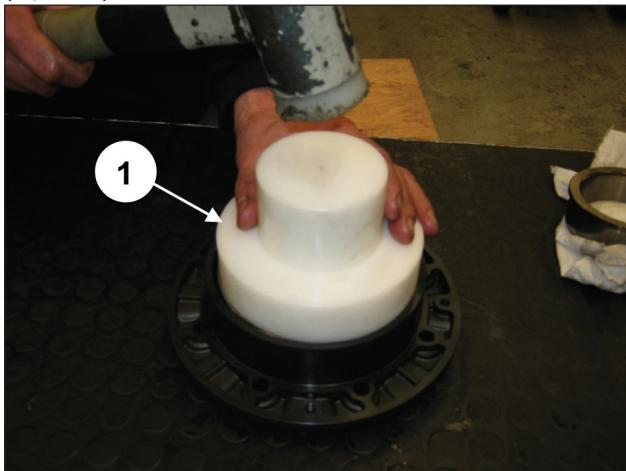
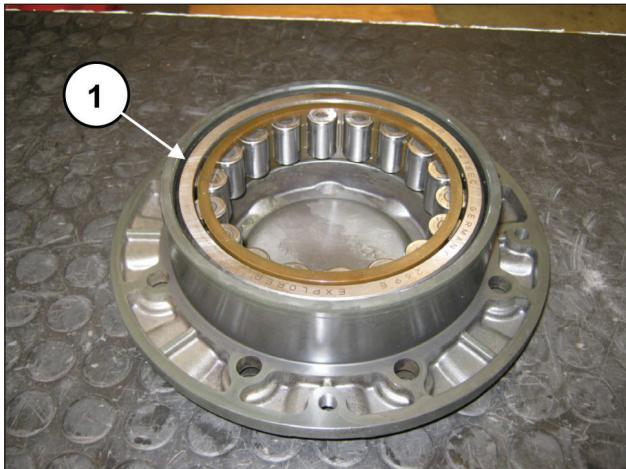

图 57
图 58
在轴承盖上重复操作，预装曲轴轴承外环，可使用编号为 27605000 的工具(①, 图 57)·直至其完全插入到底为止(①, 图 58)。